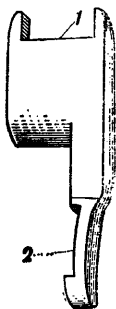

Рис. 16.
17. Ползун (рис. 16), двигаясь в вертикальных пазах задней стенки рамки, заставляет головку казенника при взведении курка наклоняться вперед и нажимать на шляпку гильзы, а при отпу-